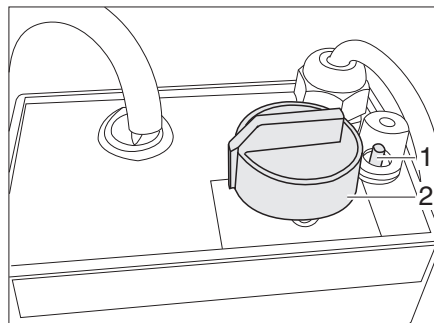

Bild 317 Regler für elektrische Fußbodenerwärmung/Betterwärmung
- Den Drehregler (Bild 317,2) auf die gewünschte Heizstufe drehen.
- Den Drehregler (Bild 317,2) auf Stellung "0" drehen.
Wenn der Regler überlastet wird, spricht der Überlastungsschutz an. Der Stift (Bild 317,1) springt heraus.
- Den Stift (Bild 317,1) am Überlastungsschutz eindrücken, wenn der Regler abgekühlt ist.